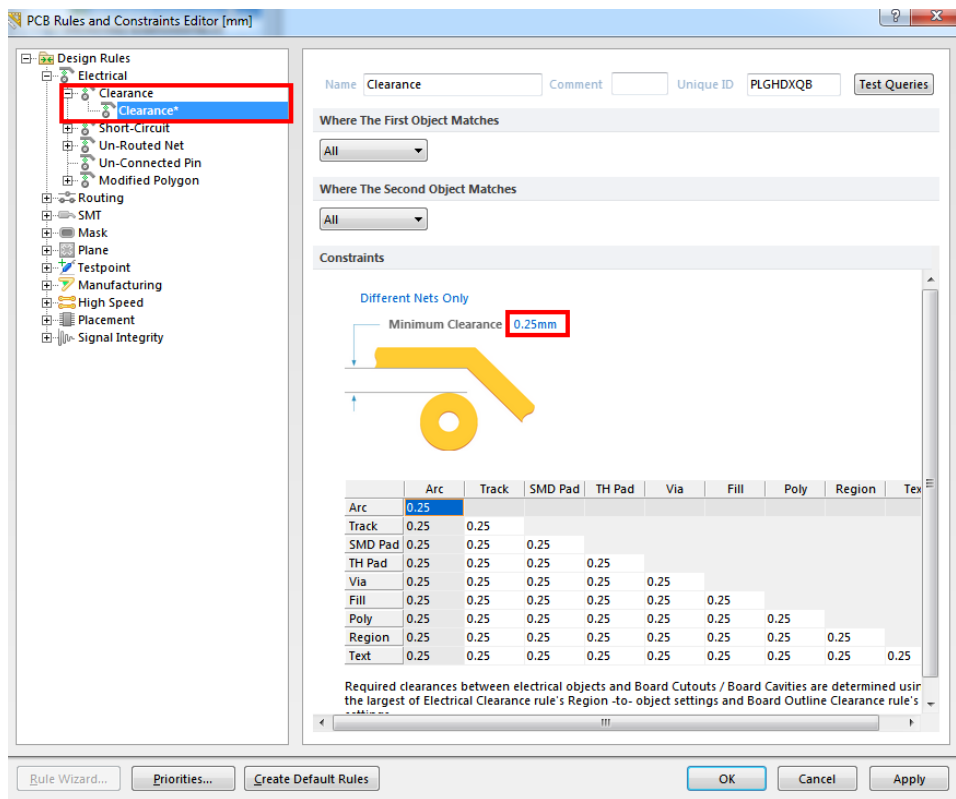

Рис. 5.12
4) Задайте ширину зазору між доріжками. Для цього, відкрийте підгрупу **Clearance**, та встановіть мінімальну ширину зазору згідно з класу точності 0,25 мм, так як зображено на рис. 5.12. Натисніть **Apply**.